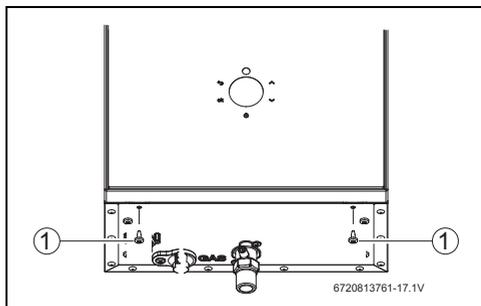

Fig. 27 Rimuovere il lato anteriore.
- ▶ Rimuovere il lato anteriore dell'apparecchio (fig. 27).